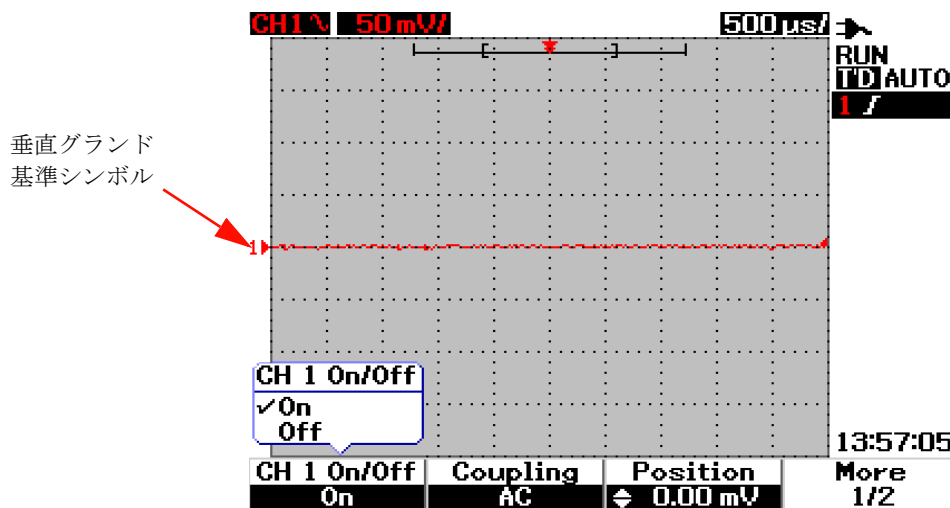

図3-2 OnまたはOffを選択して、波形表示をオン/オフします。
- 3 2つのチャンネルのサブメニューは似通っています。図 3-2 にチャンネル 1 の一般サブメニューを示します。チャンネル1の波形表示をオンにするには、F1を押してプルアップ・メニューを表示します。